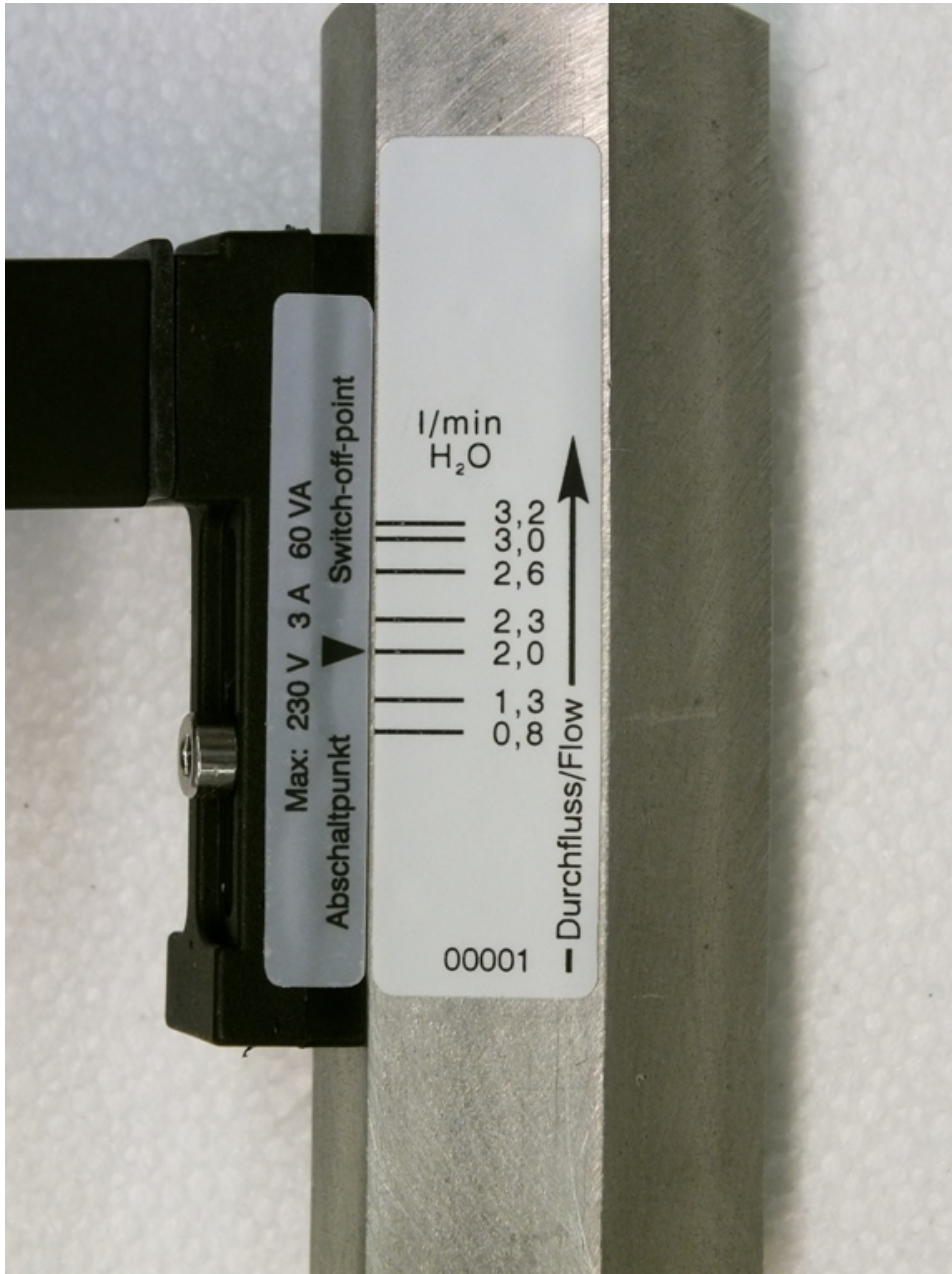

Abb. 34: Schaltwert ablesen (Beispielskala)
1. ➤ Darauf achten, dass der Einstellpfeil und der Skalenstrich der Körperskala in einer Flucht liegen (Abb. 34).